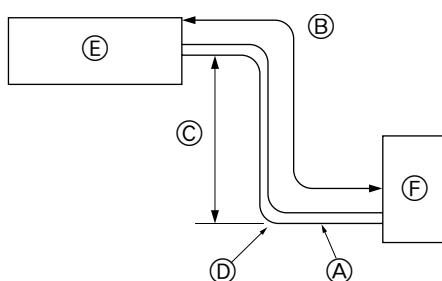

Fig. 2-1
- ① Flangesamling ×1
- ② Pakning ×1
2.1. Kølerør (Fig. 2-1)